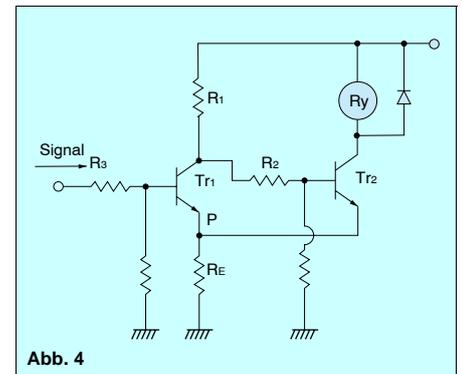

Abb. 4
3. Wenn das Eingangssignal aufgrund der Welligkeit ein Klappern des Relais erzeugt, sollte vor der Schmitt-Triggererschaltung ein RC-Glied eingesetzt werden. (Dadurch sinkt jedoch die Schaltgeschwindigkeit). (Abb. 4)